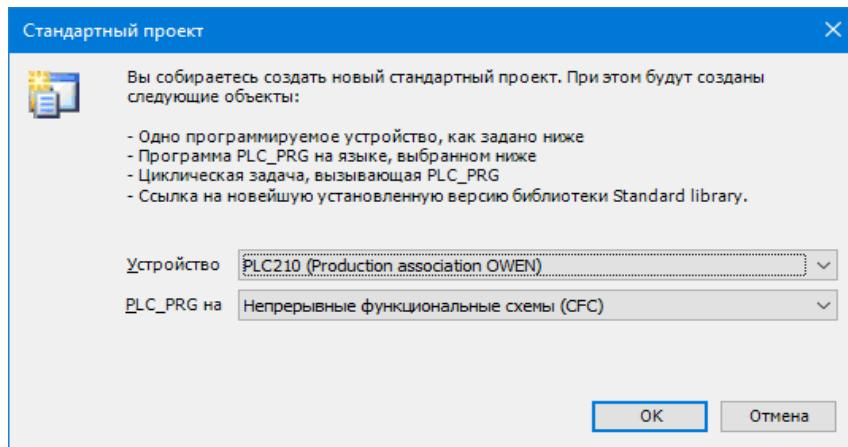

Рисунок 2.3 – Выбор целевой платформы и языка программирования
**Принципы работы ПЛК. Описание методики создания запросов в CoDeSys.** Для начала необходимо создать новый проект «Файл → Новый проект» (Ctrl+N), в появившемся окне перейти в категорию «Проекты» и выбрать «Стандартный проект», затем идёт выбор и настройка целевой платформы (устройства) и языка реализации основной программы PLC\_PRG (рис. 2.3). В конкретном случае необходимо выбрать устройство **PLC210** (Production association OWEN) и язык непрерывных функциональных схем **CFC**. После выбора устройства и языка необходимо нажать кнопку «OK».